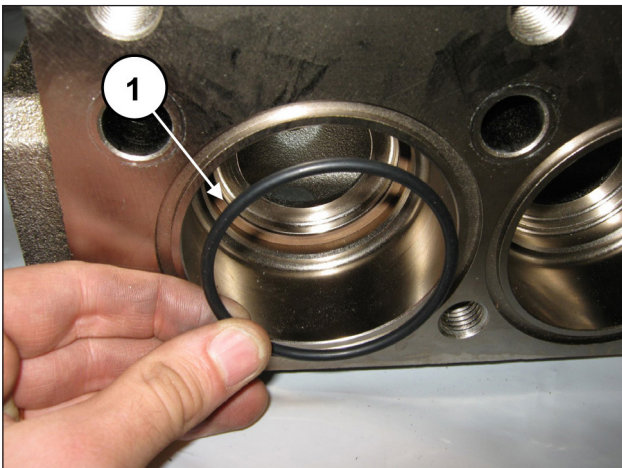

Abb. 148
Setzen Sie den O-Ring ein, Pos. 7 Explosionszeichnung (Pos. ①, Abb. 148).